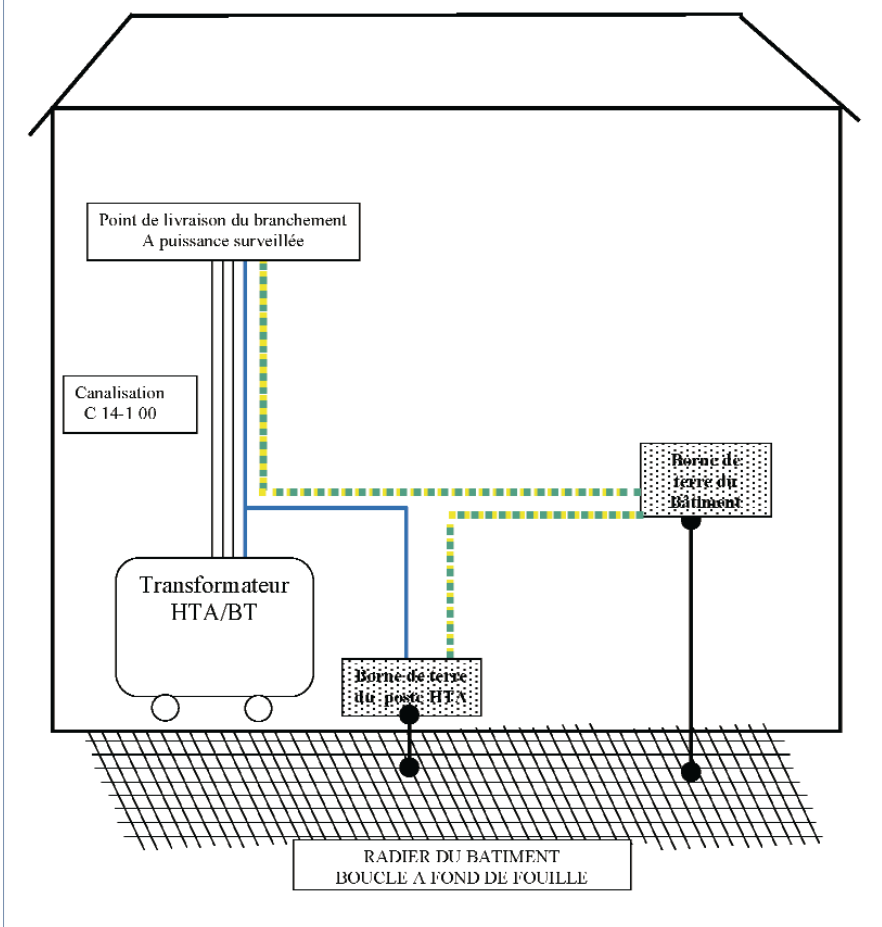

Figure 3 : Raccordement envisagés : le client est dans le même bâtiment que le poste HTA.
- Le client est dans le même bâtiment que le poste HTA (**figure 3**). Dans ce cas, le client alimenté par un branchement à puissance surveillée souhaite un schéma des liaisons à la terre de type TN et son alimentation est située dans le même bâtiment que le poste HTA/BT qui l'alimente.